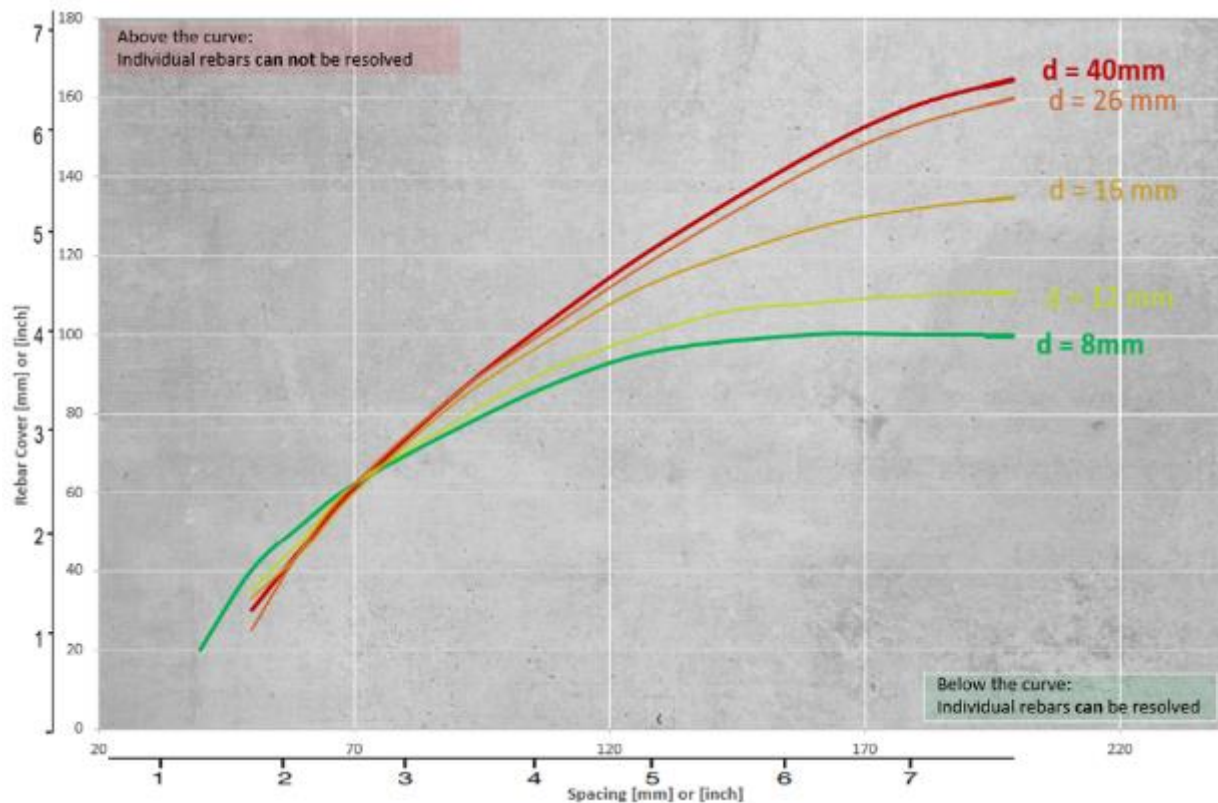

Figura 31: Tabla de resolución PM8000
- ❶ Este efecto se puede minimizar utilizando la función de corrección de barras de refuerzo vecina "NRC" (para la primera y la segunda capa de barras de refuerzo) integrada en el sensor PM8000 para mediciones puntuales, así como en la funcionalidad de la aplicación pm. Para obtener más detalles, consulte la sección 4.7.5 y las funciones de medición de escaneo en el software pm app.
- ❶ Existe un límite para el espaciado mínimo de las barras de refuerzo, que se puede diferenciar. Este valor depende de la profundidad de recubrimiento y el diámetro de la armadura. Es imposible distinguir entre barras de refuerzo individuales por encima de estos límites siguiendo los diámetros de las barras de refuerzo como se presenta en la Figura 31.